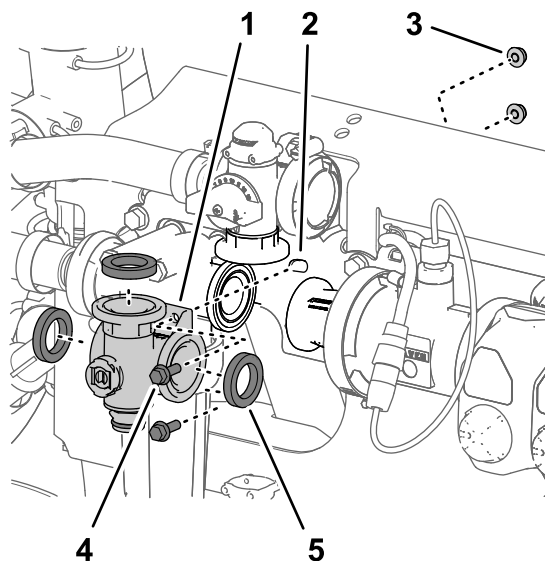
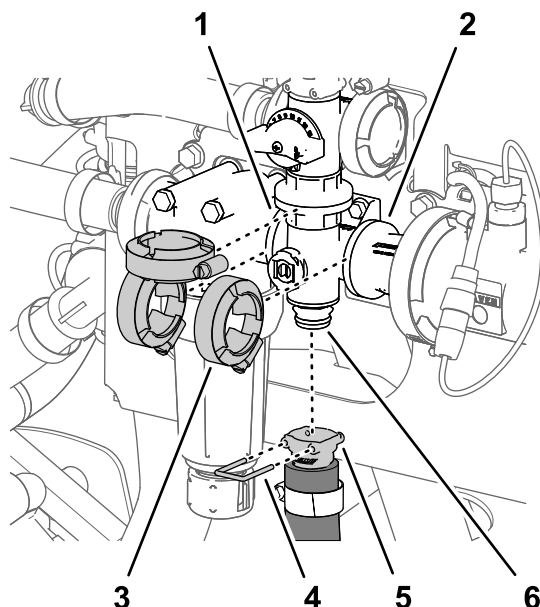

Figure 130
Figure 131
1. Alignez la bride du collecteur de la vanne d'agitation et les 3 joints sur les brides de la vanne de dérivation d'agitation, de la tête du filtre de pression et de l'adaptateur d'accouplement (Figure 130 et Figure 131).
2. Fixez légèrement le collecteur de vanne d'agitation à la vanne de dérivation d'agitation, la tête du filtre de pression et l'adaptateur d'accouplement (Figure 131) à l'aide des 3 colliers bride que vous avez retirés à la section Dépose de la vanne d'agitation du collecteur \(page 87\).
5. Serrez les 3 colliers bride à la main (Figure 131).
6. Fixez le raccord rapide du flexible d'agitation au raccord rapide du collecteur de vanne d'agitation à l'aide de l'étrier de fixation (Figure 131).